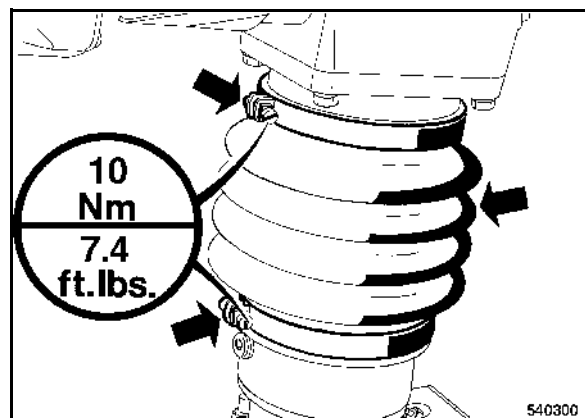

fig. 32
- Vérifier le serrage des colliers (fig. 32).